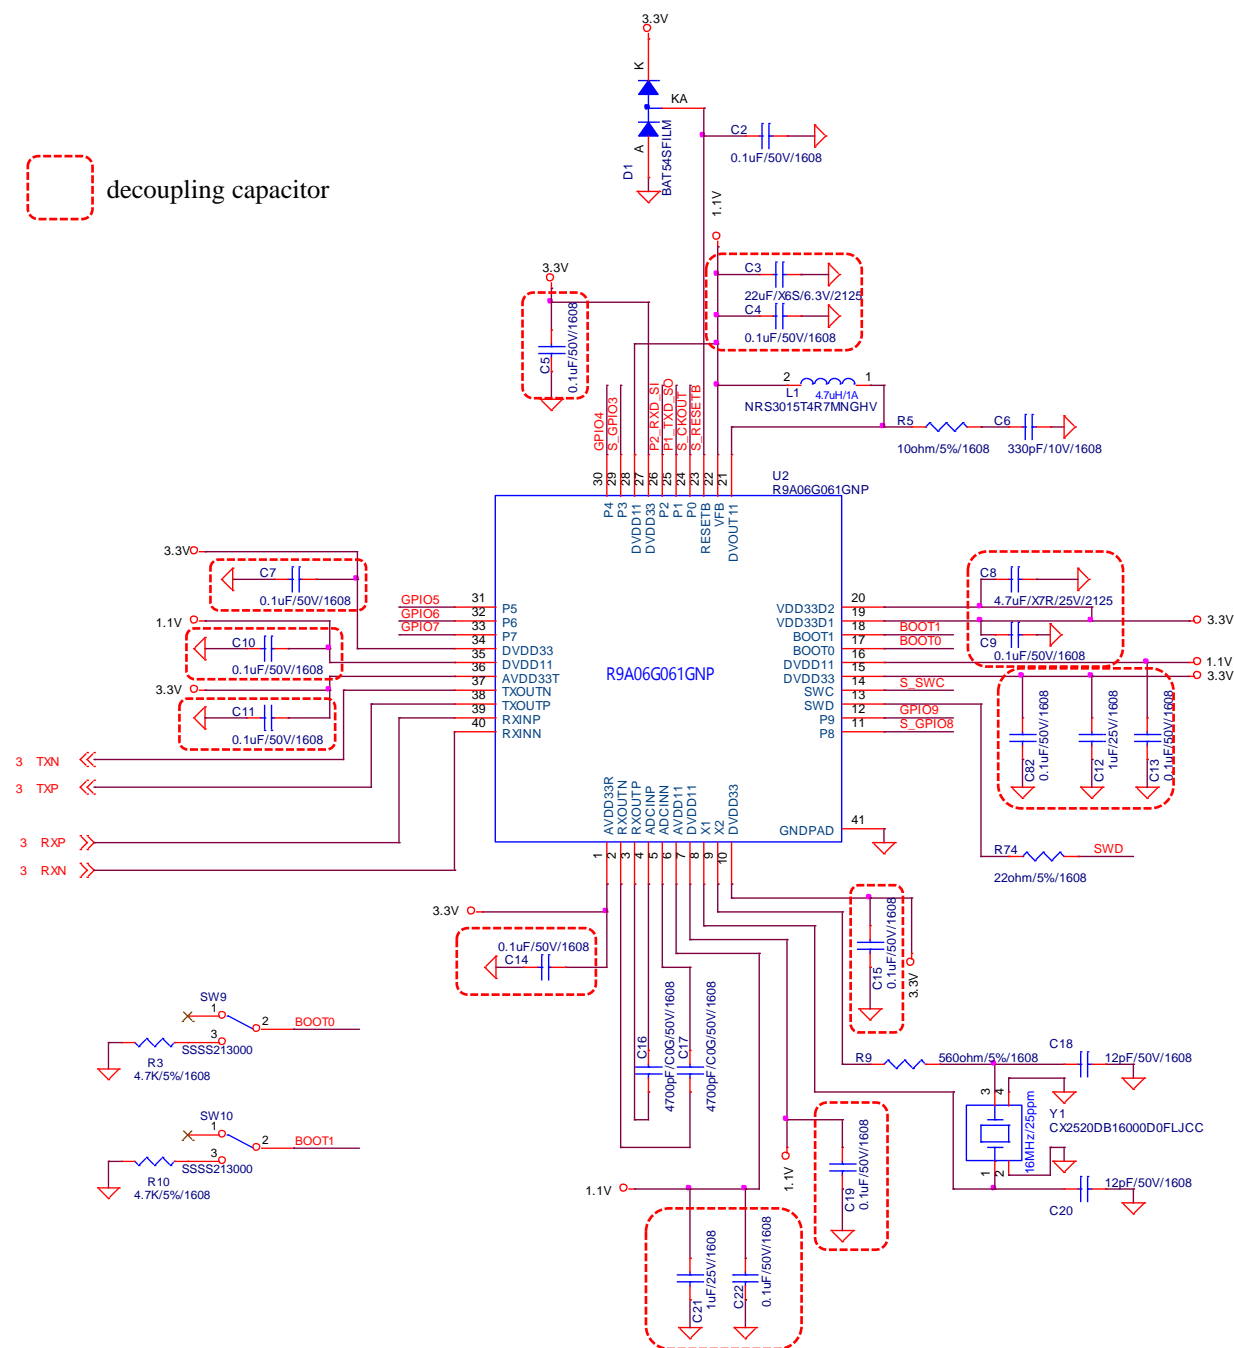

Figure 2-1 R9A06G061 周辺回路
- R9A06G061(CPX4)のデカップリング容量は、Figure 2-1 に示すように各電源端子に付加し、電源端子の近傍に配置して下さい。特に AVDD33R(1pin)、AVDD33T(36pin)は送信、受信特性に影響しますので、留意して下さい。